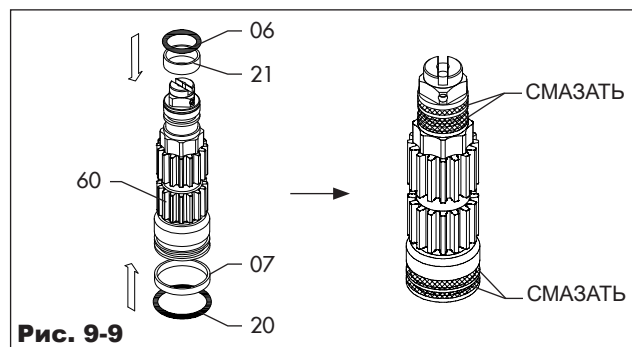
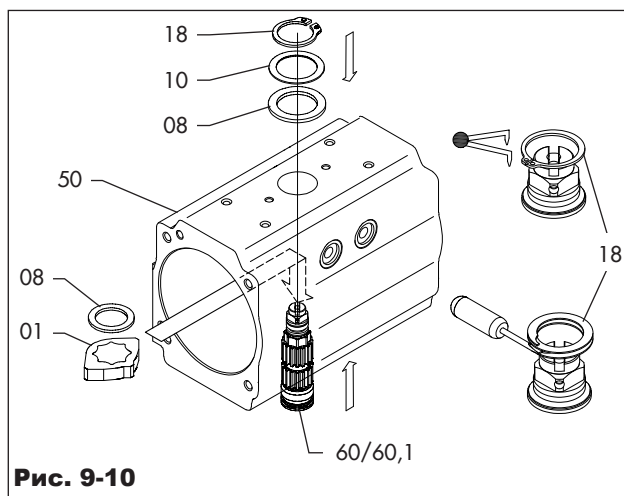
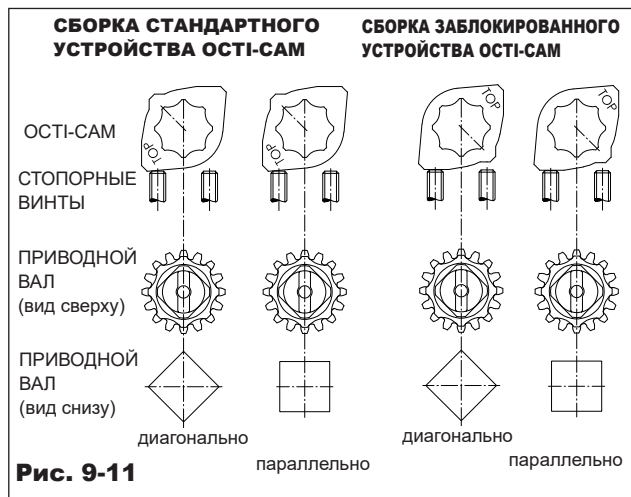

Рис. 9-9
Рис. 9-10
Рис. 9-11
См. рис. 9-1, рис. 9-9, рис. 9-10 и рис. 9-11.
- Установите верхний подшипник (06) и нижний подшипник (07) приводного вала.
- Смажьте и установите верхнее уплотнительное кольцо (21) и нижнее уплотнительное кольцо (20) приводного вала.
- Смажьте наружную поверхность подшипников и уплотнительных колец, установленных на приводном валу (60/60.1), как показано на рис. 9-9.
- Частично вставьте приводной вал (60/60.1) в корпус (50). (Рис. 9-9)
- Поместите устройство *osti-cam* (01) через корпус (50) на приводной вал (60/60.1). См. рис. 9-11 для